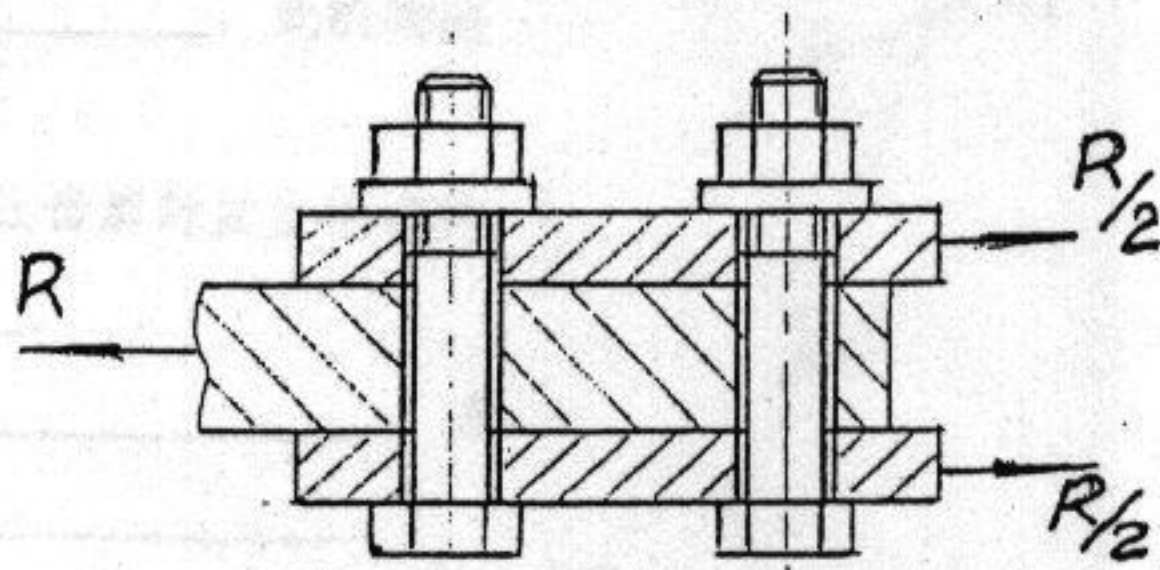

图 7
1. 在图 7 所示的普通螺栓联接中，采用两个 M20 的螺栓，其许用拉应力 $[\sigma] = 160 \text{ MPa}$ ，联接件结合面的摩擦系数 $f_s = 0.20$ ，可靠系数 $K_f = 1.2$ 。试计算该联接允许传递的最大载荷 $R = ?$ （M20 螺栓的内径 $d_1 = 17.294 \text{ mm}$ ）